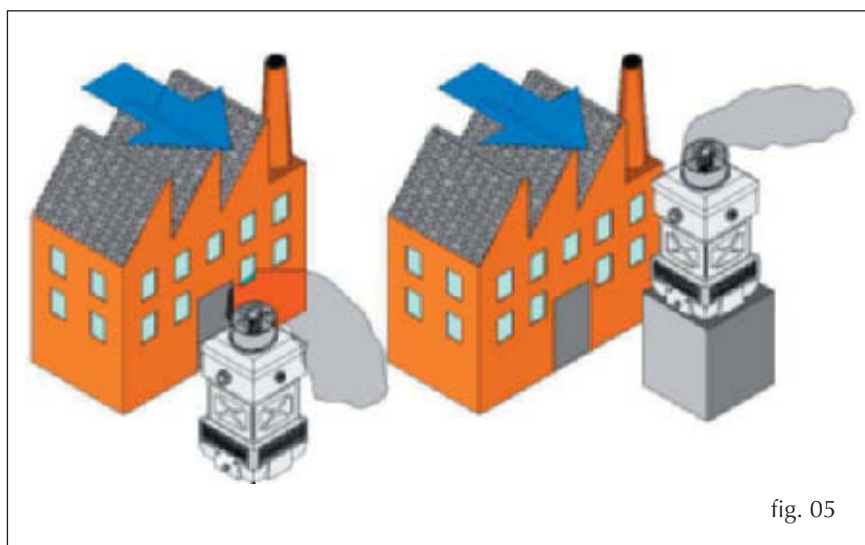

fig. 05
- ne jamais réaliser aucune couverture, écrans, canalisations ou tout autre empêchement à la circulation de l'air dans la tour. Faire attention à la présence de vents prédominants qui peuvent créer des situations avec des "sous-vents" avec comme conséquence des remises en circulation de l'air dans la tour (Fig. 05).